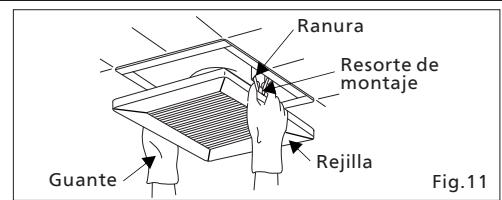

Fig.11
1. Quite la rejilla. (Apriete el resorte de montaje y llévelo cuidadosamente hacia abajo.) (Fig.11)